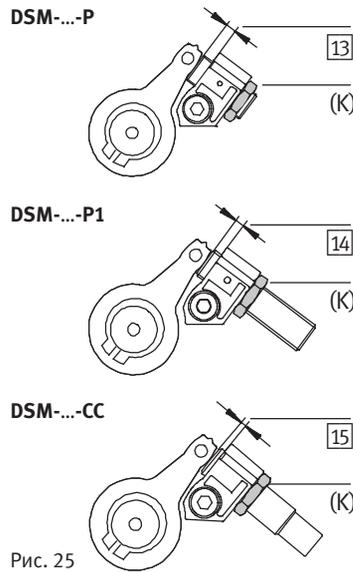

Рис. 25
2. Отвинтите контргайки (К) (Рис. 25) амортизатора.